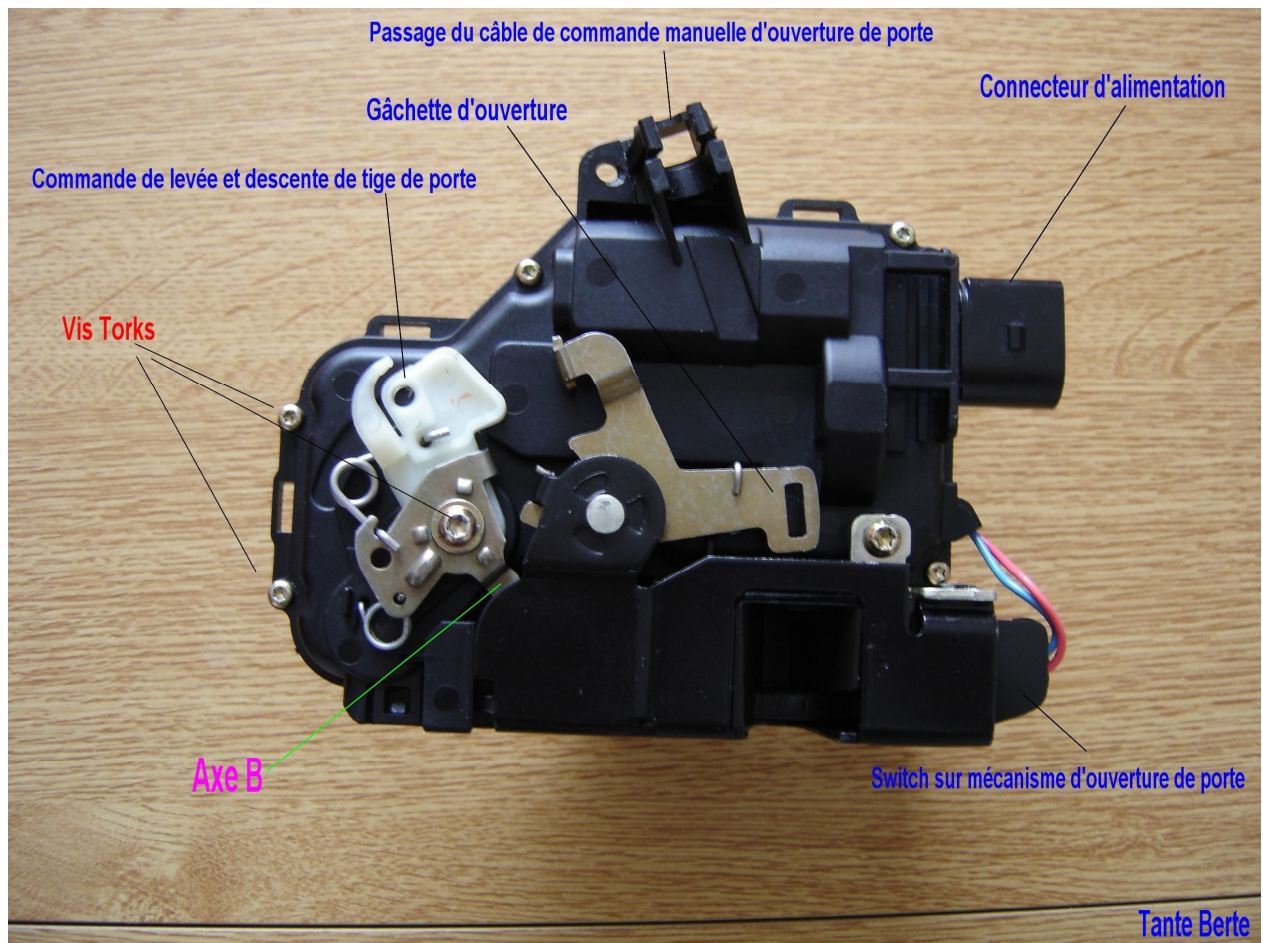
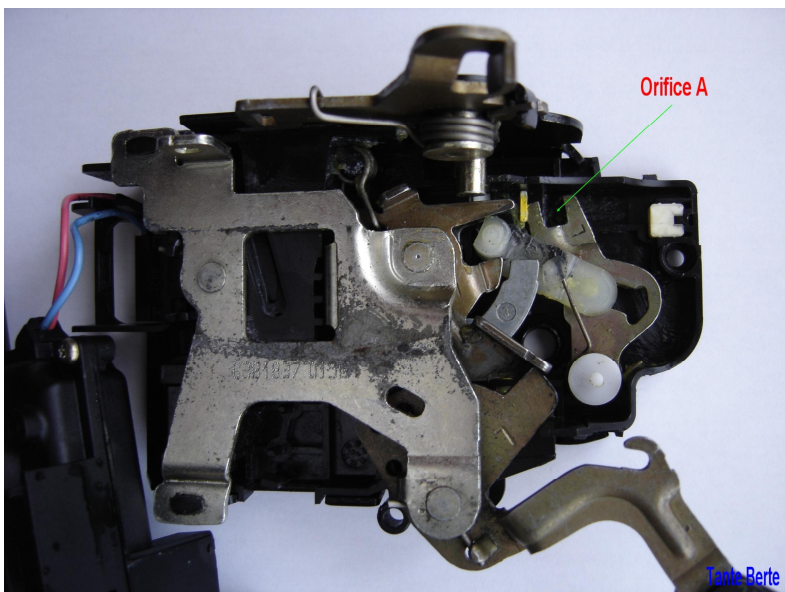

Figure 1 - Module complet [porte côté conducteur]
Figure 11
******Vous faites coïncider l'orifice A (figure 11) à l'extrémité de l'axe B (figure 1).**